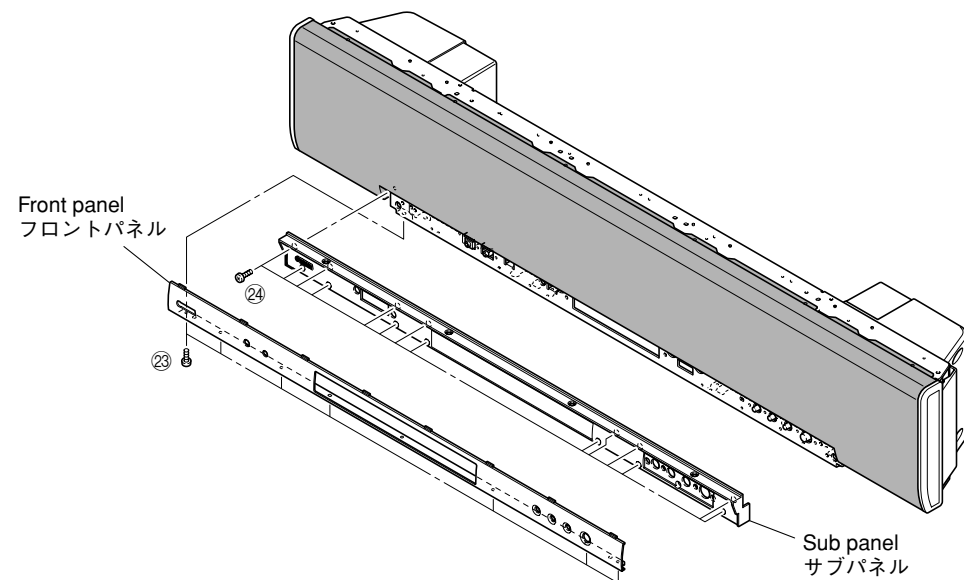

Fig. 11
11. Removal of POWER (3), (4), (6) and (7) P.C.B.s
- Remove 7 screws (23) and then remove the front panel. (Fig. 11)
- Remove 14 screws (24) and then remove the sub panel. (Fig. 11)
- 23のネジ7本を外し、フロントパネルを取り外します。(Fig. 11)
- 24のネジ14本を外し、サブパネルを取り外します。(Fig. 11)